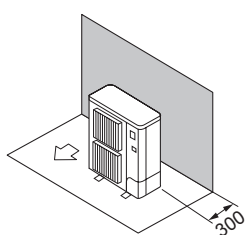

Fig. 2-6
- ① Csak hátul vannak akadályok (Fig. 2-6)